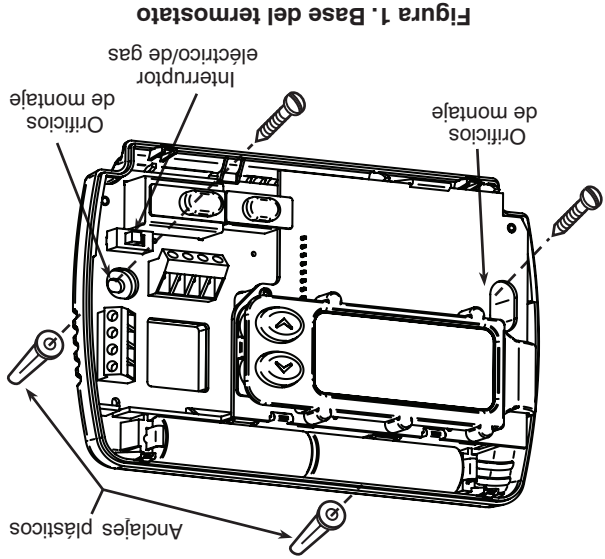

Figura 1. Base del termostato
Este termostato está configurado de fábrica para operar un sistema de aire forzado con combustible fósil (gas, aceite, etc.) de calor/rio. Está correctamente configurado para cualquier sistema que NO requiera que el termostato energice el ventilador en una llamada de calor. Si su sistema es un sistema eléctrico o de bomba de calor que REQUIERE que el termostato encienda el ventilador en una llamada de calor, ubique el termostato encienda el ventilador en una llamada de calor, ubique el interruptor GAS/ELECTRIC (vea la figura 1) y colóquelo en la posición **ELECTRIC**. Esto permitirá al termostato energizar el ventilador inmediatamente en una llamada de calor. Si no está seguro si el sistema de calefacción/refrigeración requiere que el termostato controle el ventilador, póngase en contacto con un servicio técnico de calefacción y aire acondicionado calificado.
5. Fije la base a la pared sin ajustarla demasiado, como muestra la figura 1, usando dos tornillos de montaje. Coloque un nivel contra la parte inferior de la base, ajústela hasta que quede bien nivelada y luego apriete los tornillos. (Esto es por razones estéticas solamente y no afectará el funcionamiento del termostato.) Si utiliza los orificios de montaje existentes, o si los orificios perforados son demasiado grandes y no le permiten ajustar bien la base, use anclajes plásticos para fijar la subbase.
Si aparece el mensaje "LO BATTERY", significa que las pilas tienen poca carga y deben cambiarse. Para obtener resultados óptimos, cambie todas las pilas por pilas alcalinas nuevas de alguna marca líder como Duracell® o Energizer®. Para cambiar las pilas, instélaslas a lo largo de la parte superior de la base (vea la figura 1). Las pilas deben instalarse con los polos positivos (+) hacia la izquierda.